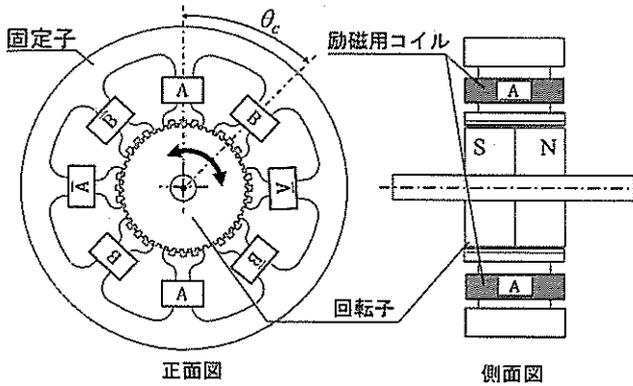

図1
- (1) 図1にステッピングモータの内部構造の概略を示した。次の文章の①には数値を記入し、②-⑤の空欄には語群の単語を選択して埋めよ。